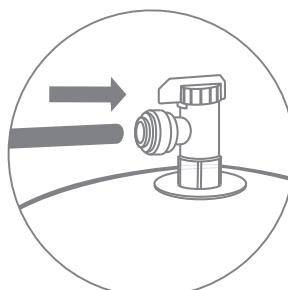

Рис. 18
2. Подключите свободный конец синей трубы $1/4"$, идущей от фитинга-тройника угольного постфильтра к вентилю накопительного бака: вставьте пластиковую трубку в вентиль до упора (рис. 18), для герметизации соединения приложите дополнительное усилие, при этом трубка утопится еще примерно на 3 мм и будет плотно обжата резиновым кольцом фитинга.